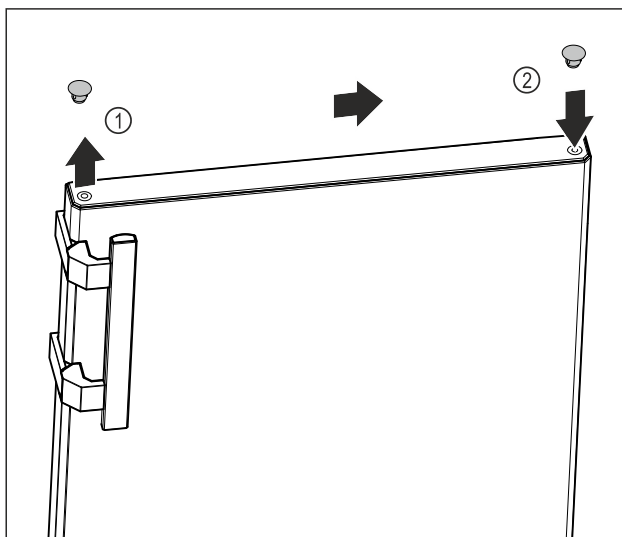

Fig. 18
- Paceliet uzmanīgi ar plakano skrūvgriezi nosedzošo aizbāzni durvju virspusē Fig. 18 (1).
- Ievietojiet nosedzošo aizbāzni pretējā pusē. Fig. 18 (2)